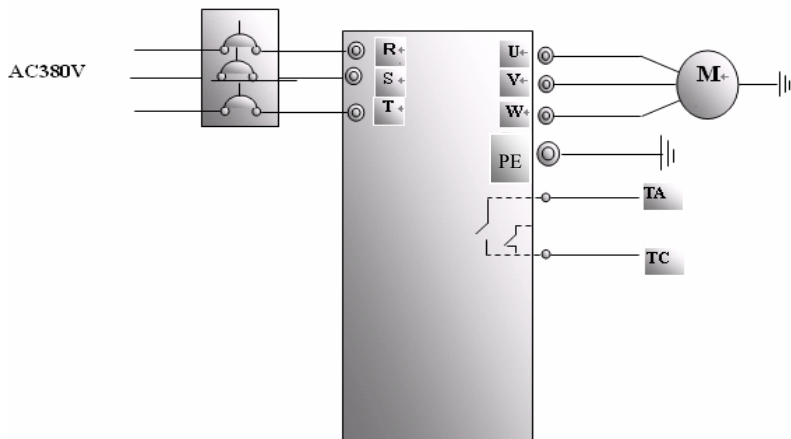

图 4-1 接线图 1
(1) 按图 4-1 配线，检查接线正确后，合上空气开关，变频器上电；
- (1) 按图 4-1 配线，检查接线正确后，合上空气开关，变频器上电；
- (2) 按方式键，进入编程菜单。
- (3) 设置变频器的功能参数：
- ① 进入 F132 参数，设置为 1，选择键盘点动
- ② 进入 F106 参数，查看设置为 2，控制方式选择 VVVF 控制；
- ③ 进入 F200 参数，设置为 0，选择操作键盘运行命令控制方式；
- ④ 进入 F124 参数，设置点动运行频率为 5.00Hz；
- ⑤ 进入 F125 参数，设置点动加速时间为 30s；
- ⑥ 进入 F126 参数，设置点动减速时间为 30s；
- ⑦ 进入 F202 参数，设置为 0，选择正转锁定。
- (4) 一直按住运行键，电机加速到点动设定频率，并保持点动运行状态；